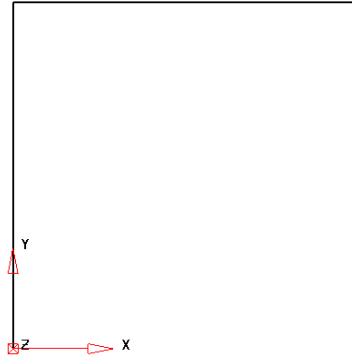

Figura 2.79 Líneas base en el plano XY.
- Crear una línea continua  desde 0 en el plano de trabajo, 10mm en Y, 10mm en X, y 10mm en -Y hasta crear la 'forma n' (Figura 2.79).